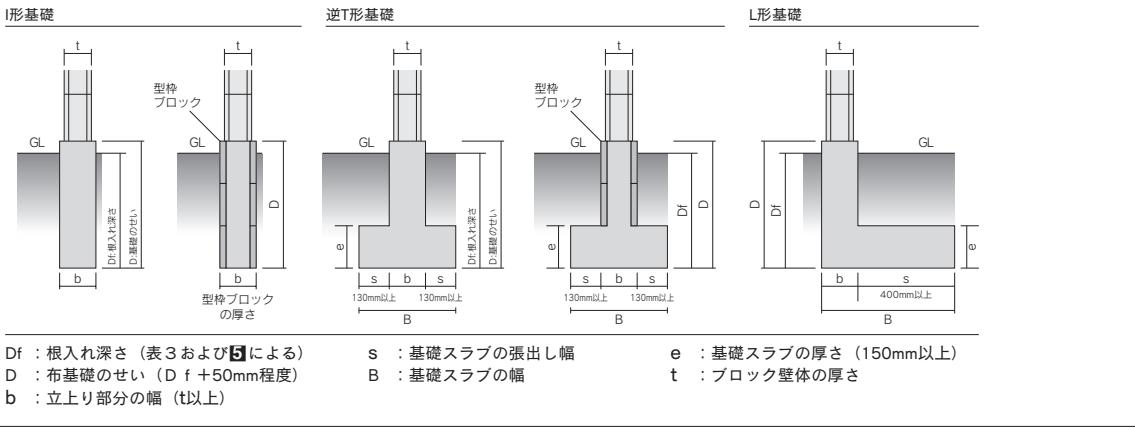

図1 塙の布基礎の標準形状
④布基礎の形状
- ①ブロック塀の壁体下部には、壁体を安全に支持する鉄筋コンクリート造の布基礎を設ける。ただし、布基礎の立上がり部分を型枠コンクリートブロック造とすることができます。
- ②布基礎は、控壁・控柱のある場合は控壁・控柱下の基礎と一体となるように設ける。
- ③布基礎の標準形状は、図1および表2による。
- ④布基礎立上がり部分に使用する型枠状ブロック(以下、型枠ブロックという)は、防水性を有するものとし、充填コンクリートの厚さはブロック壁体の厚さより30mmを引いた数値以上とする。
- ⑤布基礎の根入れ深さDfは、次項による場合を除き、表3による。